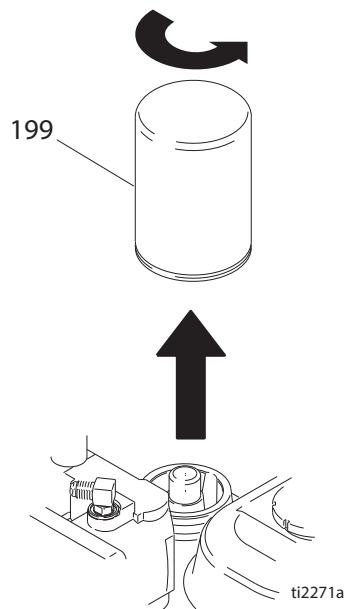

Fig. 8
- 1 Fig. 8. Coloque una bandeja de goteo o paños debajo del pulverizador para recoger el drenaje de aceite hidráulico.
- 2 Retire el tapón de drenaje (195). Espere hasta que el aceite hidráulico se drene.
- 3 Desenrosque lentamente el filtro (199) – el aceite pasa a la ranura y se drena por la parte trasera.